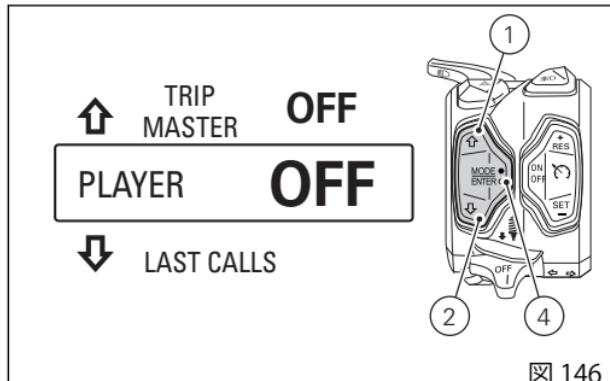
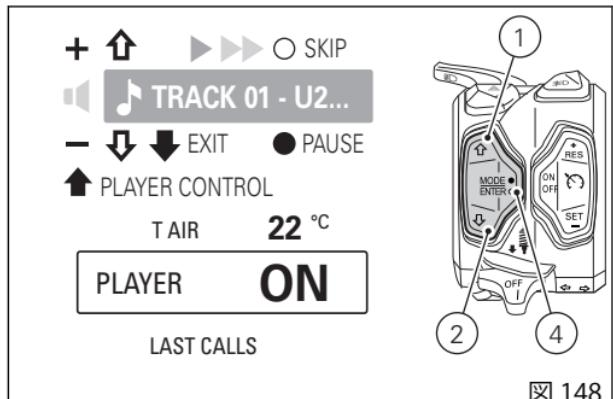

図 146
図 148
プレーヤーが起動していない場合、インストルメントパネルは "PLAYER OFF" の文字を表示します (図 146)。起動するにはボタン(4) を押します。インストルメントパネルは "PLAYERON" の文字を表示し、メニューの上にプレーヤーメニューが現れます (図 148)。
ボタン(4) を押してプレーヤーを停止すると、インストルメントパネルは "PLAYER OFF" (図 146) を表示します。
プレーヤーが ON でプレーヤー操作内にいる時は(図 148)、ボタン(1)、ボタン(2)、ボタン(4)はプレーヤー操作専用ボタンになります。
プレーヤーメニューから出た後にプレーヤーを停止するには、ボタン(4)を押します。インストルメントパネルは“PLAYER OFF”的文字を表示します(図 146)。